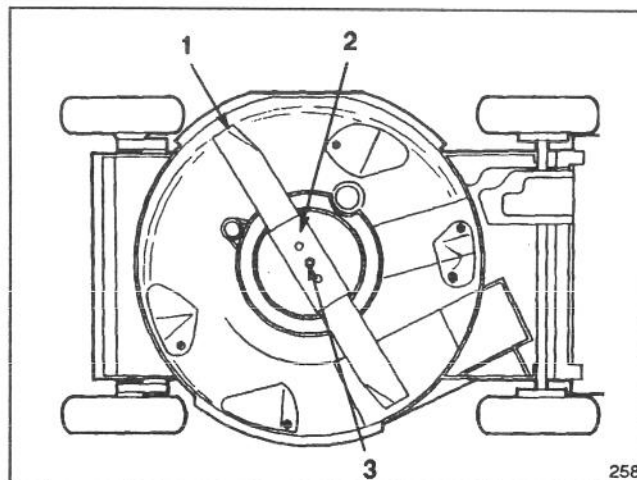

Abb. 25
3. Den Mäher auf die rechte Seite kippen (Abb. 25). Das Messer nicht drehen, da es sonst Startprobleme geben könnte.
5. **ENTFERNEN DES MESSERS** – Das Endstück des Mähmessers mit einem Lappen oder einem dicken Handschuh anfassen. Entfernen Sie Messerbolzen, Fächerscheibe, Messerverstärker und Messer (Abb. 25).